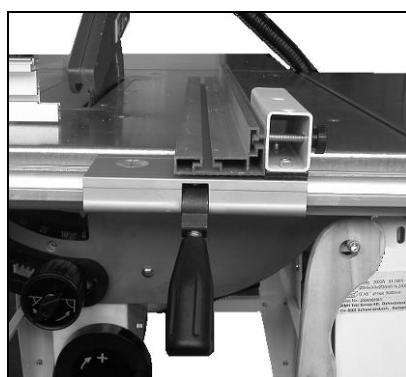

Fig 20
-Ne scier les pièces étroites (moins de 120 mm de large) qu'avec le rail fixe rabattu (Fig 20).